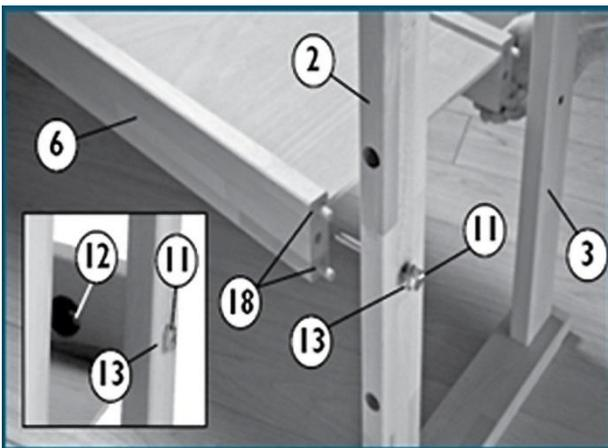

Abbildung 3
3. Benutzen Sie zwei Dübel (18), Sechskantschraube M-12x100 (11), eine Scheibe (13) und M12 die Schraubenmutter (12) zum Anschrauben des Querbalkens an ein Tischbein (Abbildung 3). Der Regalboden kann an der Oberseite oder der Unterseite des Querbalkens montiert werden (Abbildung 3). Stellen Sie sicher, dass die Bohrungen in den Beinen nach vorne zeigen. Wiederholen Sie die Montage für die andere Seite.